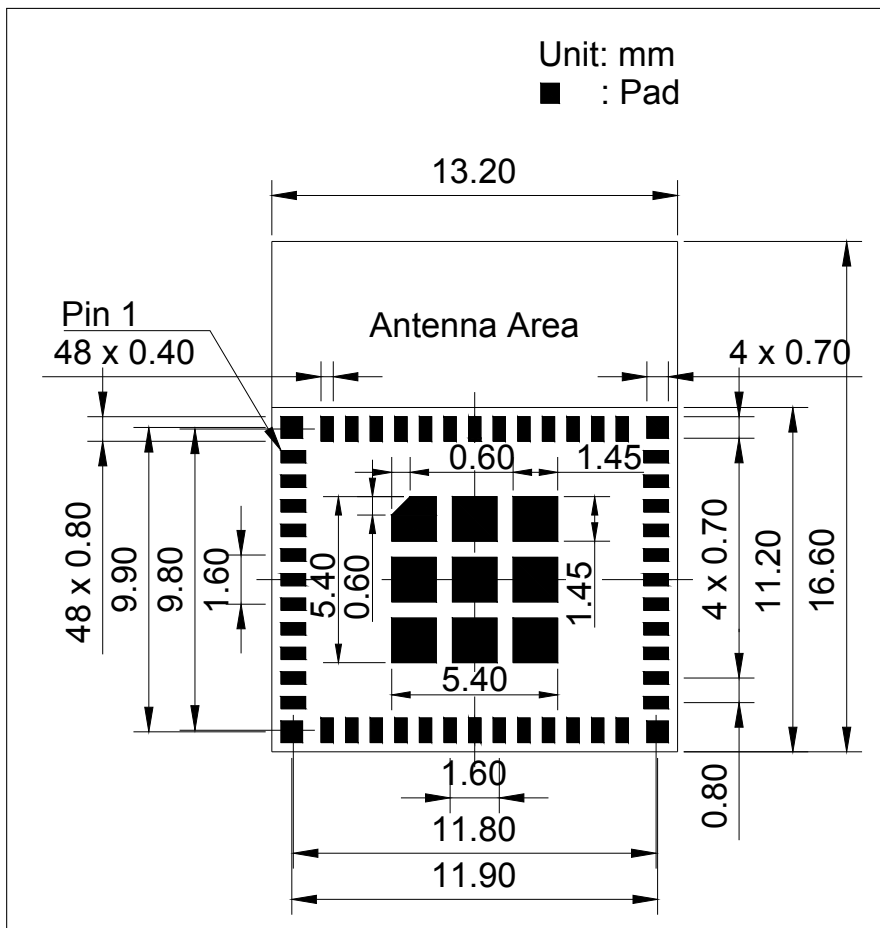
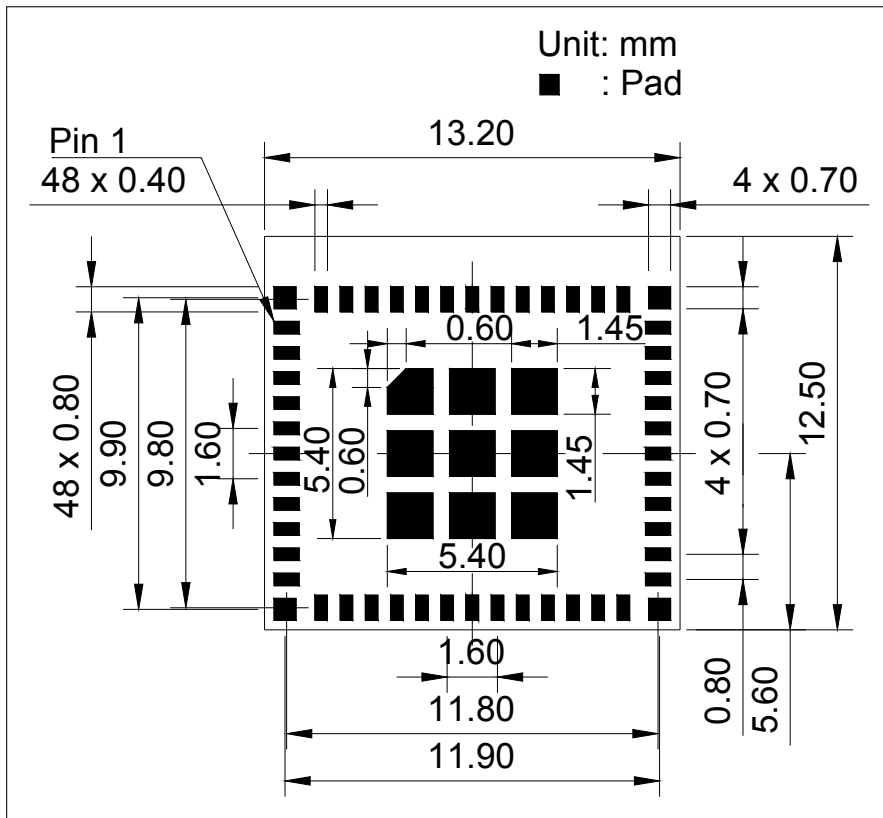

图 10: ESP32-C6-MINI-1 推荐 PCB 封装图形
图 11: ESP32-C6-MINI-1U 推荐 PCB 封装图形
- 推荐 PCB 封装图，标有 PCB 设计所需的全部尺寸。详见图 10 *ESP32-C6-MINI-1 推荐 PCB 封装图形* 和图 11 *ESP32-C6-MINI-1U 推荐 PCB 封装图形*。
- 推荐 PCB 封装图的源文件，用于测量图 10。您可用 Autodesk Viewer 查看 ESP32-C6-MINI-1 的封装图源文件。